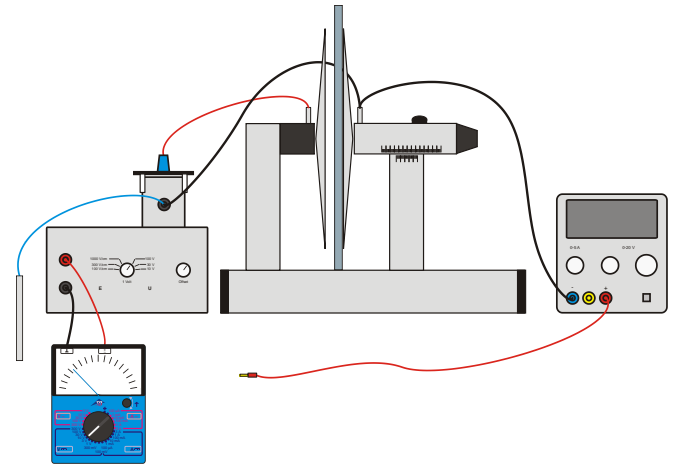

Fig. 2 : Montage pour expérience.
- Installer l'expérience comme indiqué dans Fig. 2.